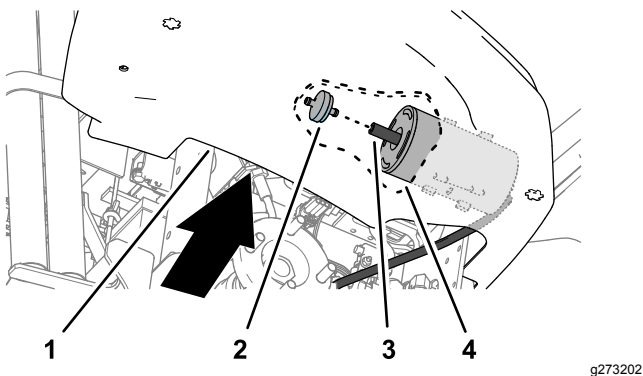

图31
4. 将手伸到控制台下方、内边缘处把碳罐过滤器从碳罐末端的软管向后拉出 图31。
5. 将新的碳罐过滤器插入碳罐末端的软管 图31。